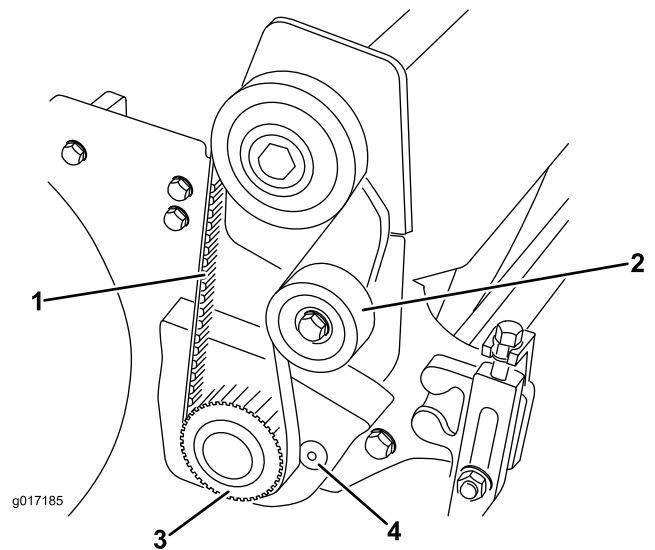

Figura 8
17. Afloje la polea tensora para aliviar la tensión de la correa, y retire la correa de transmisión del molinete de las poleas (Figura 8).
18. Usando una llave de 1/2 pulgada y una extensión de carraca, retire la polea motriz del eje del molinete (Figura 8). Utilice un taco de madera para evitar que gire el molinete.
19. Retire los dos tornillos de cabeza plana y las tuercas que sujetan la cubierta del brazo del acondicionador al alojamiento del cojinete y a la chapa lateral (Figura 8). Retire la cubierta del brazo del acondicionador y guarde la fijación.